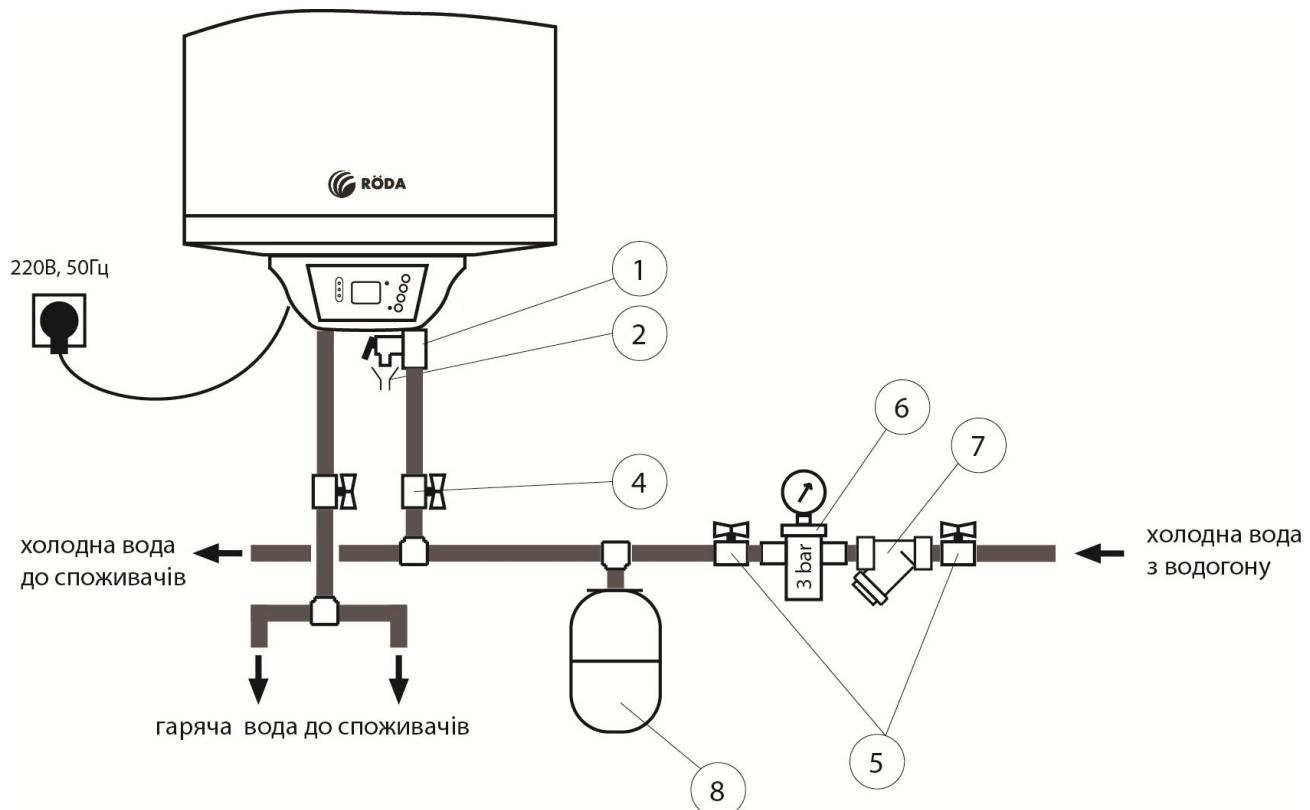

Рис.4 – Схема підключення до водогону
До патрубку викиду води з запобіжного клапану слід підключити гнучку трубку та вивести її до каналізації. При перевищенні максимального робочого тиску води в водонагрівачеві, запобіжний клапан відкриється та зіллє деяку кількість води в каналізацію. При цьому тиск у водонагрівачеві зменшиться. Запобіжний клапан захистить ваш водонагрівач від виходу із ладу при перевищенні тиску. Запобіжний клапан також виконує функцію зворотнього клапану, він не дозволяє воді з приладу витікати в мережу холодного водопостачання. Тому встановлювати запобіжний клапан потрібно тільки на вході холодної води під нагрівачем, як показано на рис. 4.
Відсічні крани 4 (див рис.4) призначені для відключення водонагрівача при проведенні робіт з ремонту або технічного обслуговування.
- Під час нагріву води з отвору викиду води запобіжного клапана може надходити вода. Це нормальне явище. Однак, у випадку великих витоків слід зв'язатися з фахівцями з технічного обслуговування. Отвір викиду води із запобіжного клапану ні за яких обставин не повинен бути заблокований, в іншому випадку це може привести до виходу водонагрівача з ладу. При частому спрацюванні запобіжного клапану необхідно проконтролювати тиск холодної води на вході і якщо він перевищує 3 бари встановити редуктор тиску та розширювальний бак (див рис.4).